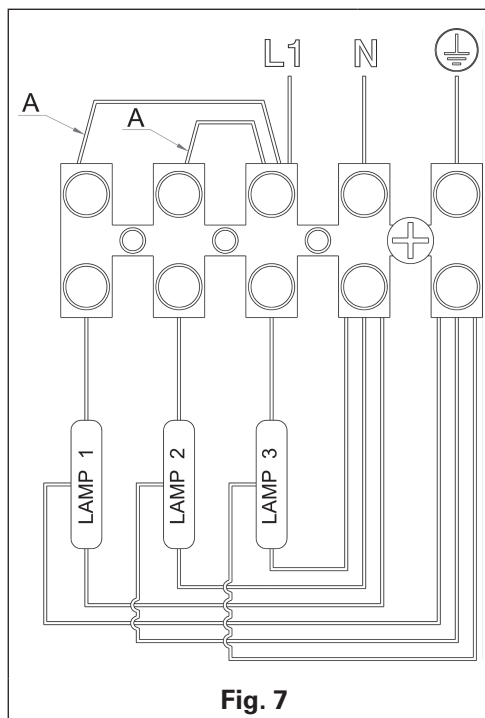

Fig. 7
- Para realizar uma conexão monofásica, conecte os conductores de fase, neutro e de terra, respectivamente nos polos da borneira marcados por L1- N - $\oplus$ (fig. 7). Gastem um cabo H07RN-F 3x2.5 mm².